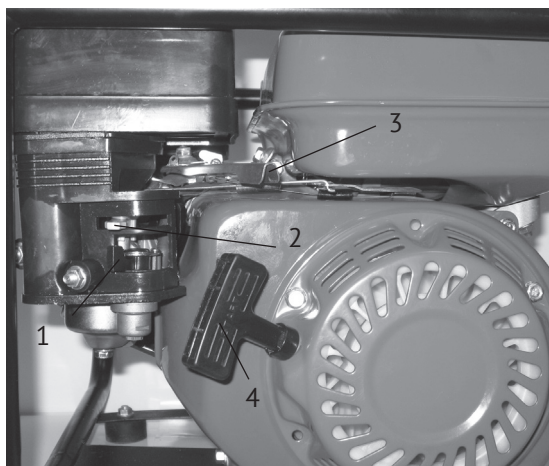

рис. 9
- открыть топливный кран (рис.9 поз.1) – крайнее правое положение;
- перевести рычаг управления воздушной заслонкой (рис.9 поз.2) в крайнее левое положение «закрыто» при пуске холодного двигателя (для прогретого двигателя рычаг устанавливается в промежуточном положении);
- установить рычаг регулировки дроссельной заслонкой (рис.9 поз.3) в положение между «минимально» и «максимально»;
- резко, с усилием потяните рукоятку стартера (рис.9 поз.4) до упора, повторите действие ещё раз, если двигатель не завёлся.
температуры), перевести рычаг воздушной заслонки (рис.9 поз.2) в крайнее правое положение «открыто», а рычаг регулировки дроссельной заслонкой (рис.9 поз.3) в крайнее левое положение «минимально».
- перевести рычаг регулировки дроссельной заслонкой (рис.9 поз.3) в положение «минимально»;
- перевести выключатель зажигания (рис.9 поз.2) в положение «OFF»;
- закрыть топливный кран (рис.9 поз.1) – крайнее левое положение.